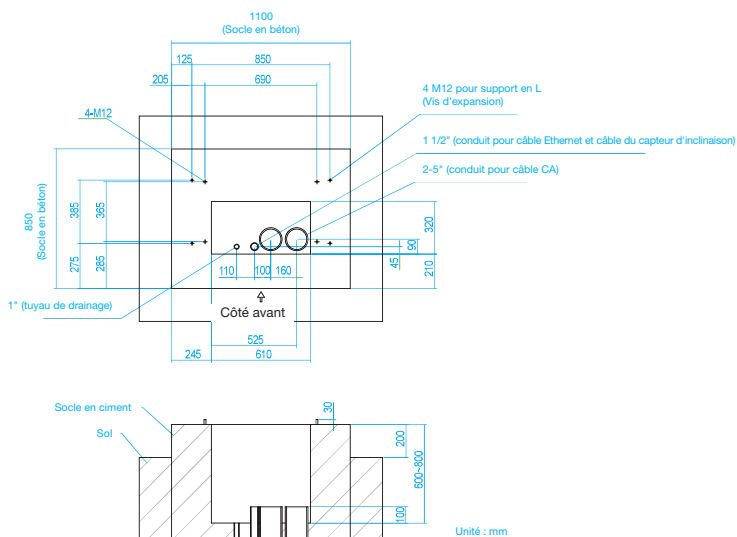
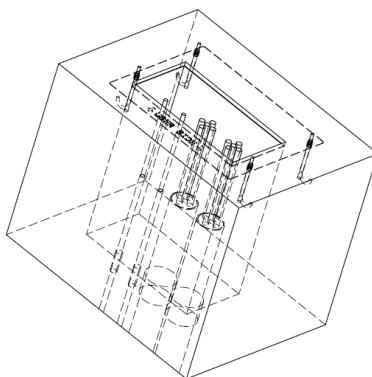

Figure 12. Dimensions d'installation
Figure 13
Voir la figure 12 et la figure 13.
5) Méthode de fixation 1 : Installer quatre tiges filetées M12 de la longueur nécessaire et de Ø 30 mm (1,18 po), conformément à la figure 12 et la figure 13. Les tiges filetées doivent être installées en respectant les tolérances suivantes par rapport aux trous de vis sur l'EVSE :
REMARQUE Il est recommandé de créer ou d'utiliser une plaque métallique servant de gabarit de perçage, conformément à la figure 12, pour s'assurer que les tiges filetées et les trous sont correctement positionnés.
7) Faire sortir les câbles d'entrée CA triphasés à 8 fils hors du conduit dans le socle en béton. Voir la figure 13.